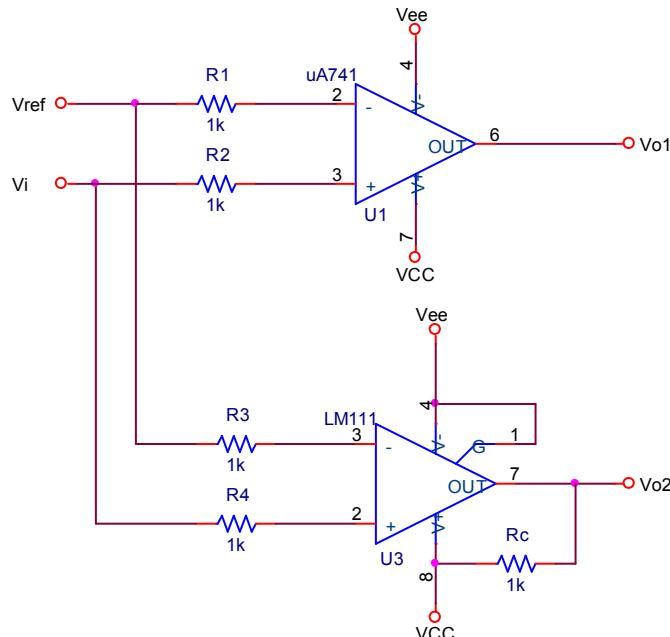

图 8.5.1 简单电压比较器
8.5.1 如图 8.5.1 所示是用通用集成运放和集成电压比较器构成的简单比较器电路。其中，运放型号为 uA741，比较器型号为 LM111。